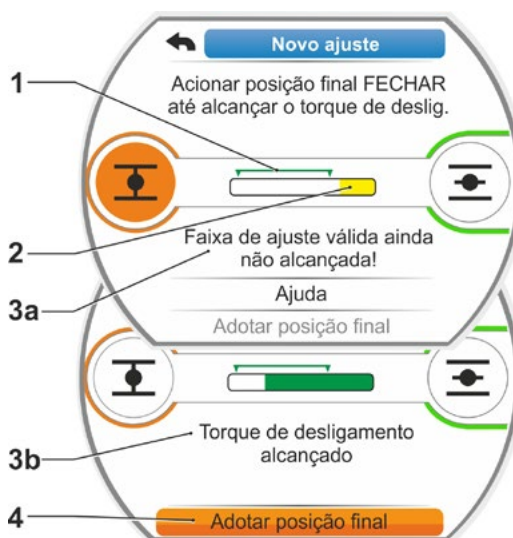

Fig. 12: Acionar posição final FECHAR no desligamento em função do torque
- b) Colocar a marcação de seleção em 'Adotar posições finais' (fig. 12, pos. 4).
O display informará se a faixa de ajuste válida (fig. 12, pos. 1) tiver sido alcançada (3b) ou não (3a), e a barra de progressão (2) mudará a cor de forma correspondente, de amarelo para verde.
Se o torque de desligamento for alcançado, aparecerá o aviso "Torque de desligamento alcançado" (3b) e o item do menu 'Adotar posição final' estará ativo (fig. 12, pos. 4).